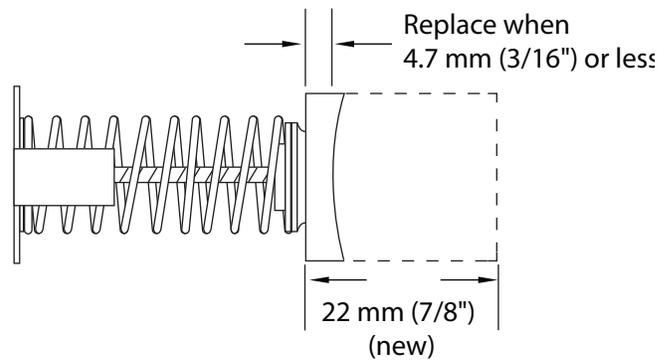

Figura 24.
5. Consulte la figura 24. Los conjuntos de escobillas deben remplazarse si tienen 4,5 mm o menos.